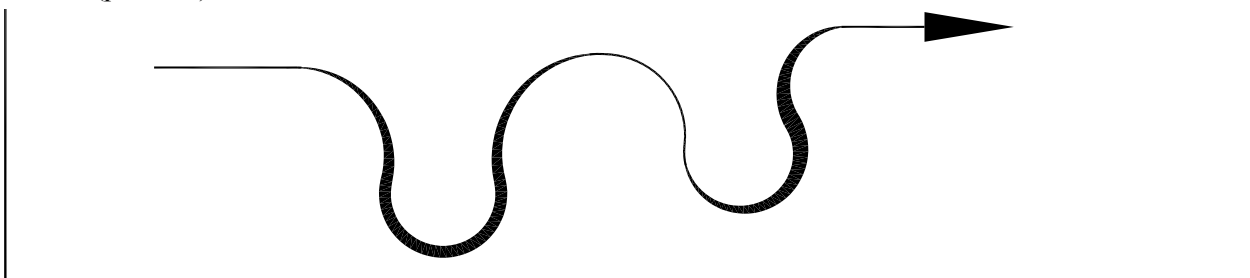
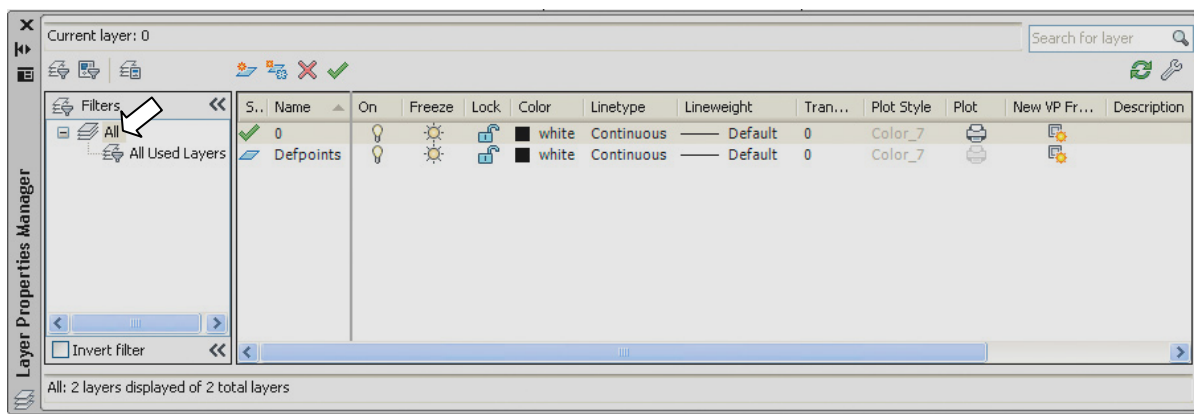

Рис. 4.2. Полилиния, состоящая из отрезков прямых и дуг окружностей
Рис. 4.6. Диалоговое окно **Layer Properties Manager** диспетчера свойств слоев
4.2.3. Построить полилинию, состоящую из отрезков прямых и дуг окружностей переменной толщины (рис. 4.2).
Создать новые слои можно в диалоговом окне палитры **Layer Properties Manager** (Настройка свойств слоя) (рис. 4.6), которое вызывается из меню **Format/Layer...** (Формат/Слои...) или щелчком на кнопке панели инструментов **Layers** (Слои) (рис. 4.2).
Палитра диспетчера свойств слоев состоит из двух панелей. На левой панели выводится дерево слоев, а на правой – список слоев, относящихся к выбранному элементу дерева с перечнем свойств, назначенных каждому слою. Если в дереве выбрана строка **All** (Все), то на правой панели выводятся все слои рисунка (см. рис. 4.6).
На рис. 4.6 видно, что в файле исходного чертежа, кроме обязательного слоя **0**, присутствует слой **Defpoints**. Этот служебный слой создает программа при простановке размеров. На этом слое вычерчивать объекты не следует, так как этот слой не выводится на печать.
1. Выделите уже существующий слой, свойства которого желательно продублировать и взять в качестве основы для создания нового слоя, например, слой «**0**» на рис. 4.6.